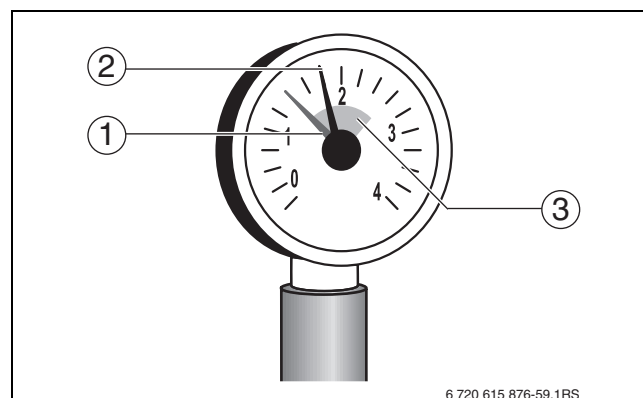

Bild 5 Manometer für geschlossene Anlagen
- ▶ Wenn der Betriebsdruck durch das Entlüften abfällt (siehe Einstellung roter Zeiger am Manometer → Bild 5, Seite 15), muss Wasser nachgefüllt werden.